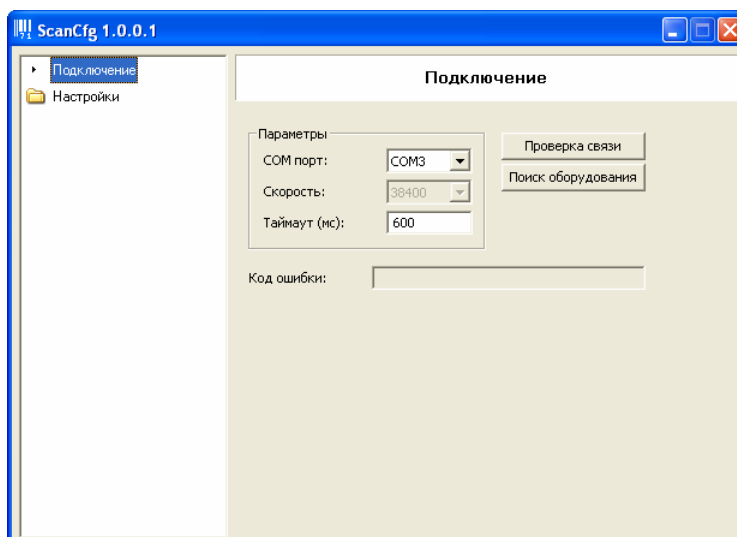
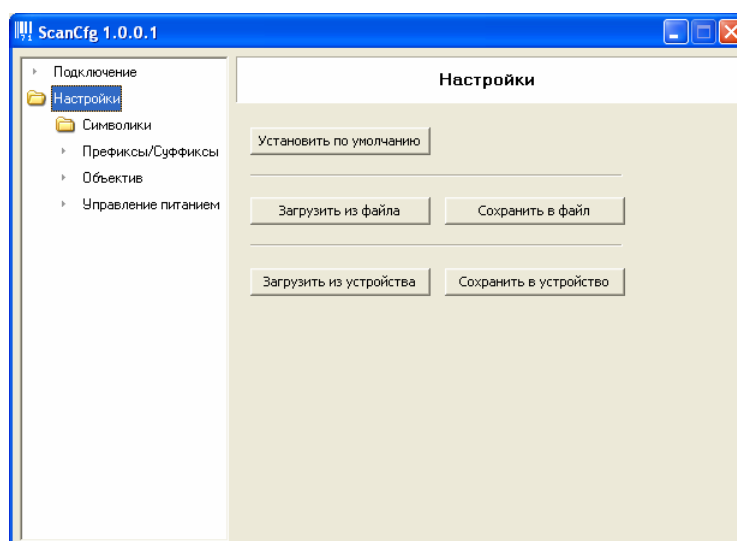

Рис. 14 Подключение устройства в программе ScanCfg
Рис. 15 Окно "Настройки" программы ScanCfg
1. Запустите файл ScanCfg.exe. На экране появится окно (Рис. 14). При старте выполняется установка всех полей настройки сканера по умолчанию, так как если бы в настройках была нажата кнопка **Установить по умолчанию** (Рис. 15) При необходимости измените значение в полях **COM порт** и **Таймаут(мс)**. Для проверки правильности выбора COM порта нажмите кнопку **Проверка связи**. Если порт выбран правильно, в поле Код ошибки появится сообщение «Устройство найдено». Если возникает необходимость определить порт подключения сканера, нажмите кнопку **Поиск оборудования**. Программа установит порт подключения сканера и в поле **Код ошибки** появится сообщение «Устройство найдено». Если устройство обнаружить не удалось, то в поле Код ошибки появится сообщение «Устройство не обнаружено».
3. Установите курсор на папку **Настройки** в левой части окна (Рис. 15). В правой части окна появятся кнопки: